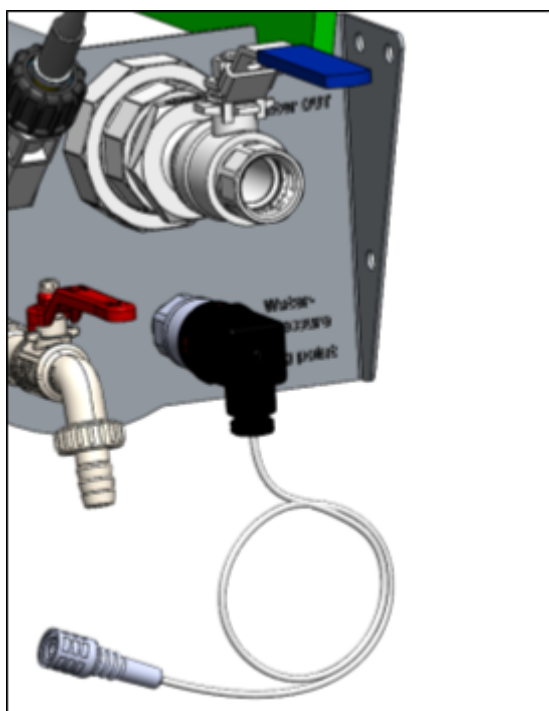

Figure 50.
9. Capteur de pression (figure 50)